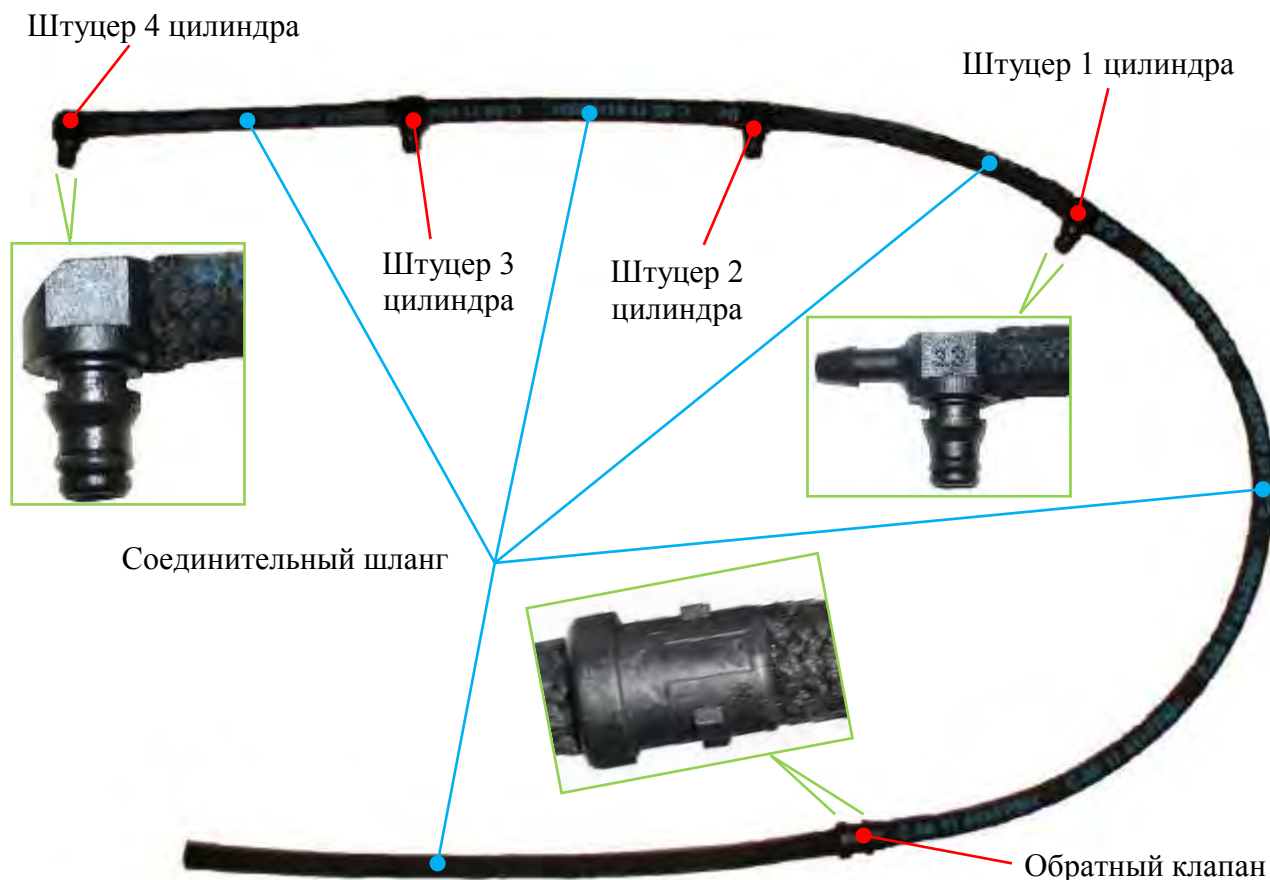

Рис.58. Внешний вид топливопровода отсечного топлива.
**Топливопровод отсечного топлива с топливных форсунок (рис.58)** служит для отвода топлива от топливных форсунок во время их работы в топливный бак. Топливопровод поставляется ф.BOSCH в сборе и состоит из 5 резиновых соединительных шлангов, 4 штуцеров закрепляемых в гнезде электромагнитного клапана топливной форсунки, и обратного клапана сохраняющего избыточное давление топлива в топливной рампе и предотвращающего завоздушивание топливной системы при остановке двигателя и обесточивании электромагнитных клапанов топливных форсунок.